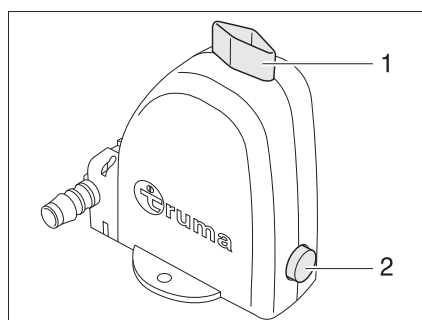

Fig. 186 Válvula de seguridad/purga de la caldera - posición abierta
La caldera está equipada con una válvula de seguridad/purga (Fig. 186). La válvula de seguridad/purga evita que el agua de la caldera se congele cuando no esté conectada la calefacción en caso de helada.
- Cerrar la válvula de seguridad/purga. Para ello, tirar hacia arriba del interruptor de asidero (Fig. 186,1).
- Abrir la válvula de seguridad/purga. Para ello, presionar hacia abajo el interruptor de tirador (Fig. 186,1). La caldera se vacía hacia fuera a través de la válvula de seguridad/purga.